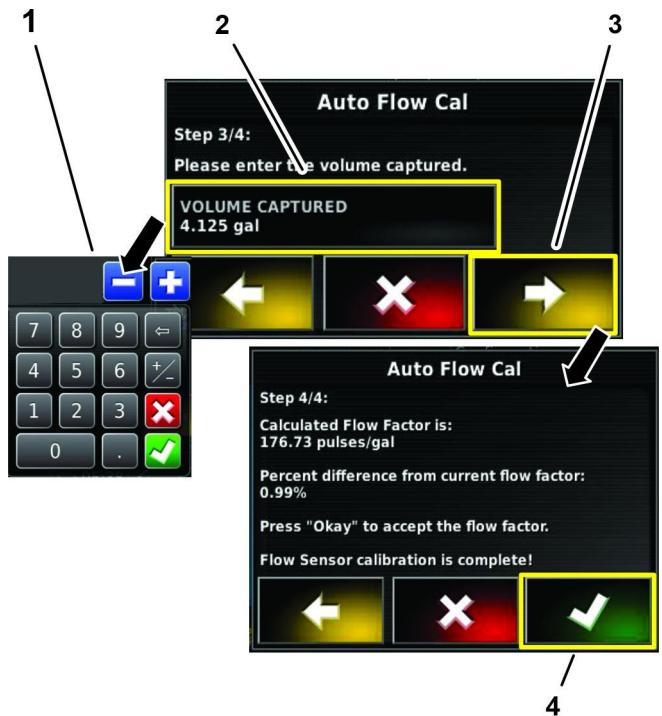

Figura 173
- Nella fase 3 di 4 della procedura guidata di taratura automatica del flusso, premete l'icona VOLUME ACQUISITO, inserite il volume del fluido che avete convertito nella fase 4 di Calcolo del volume dell'irroratrice per 60 secondi (pagina 71) con il tastierino sullo schermo, quindi premete l'icona Conferma (Figura 173).
- Premete l'icona Avanti (Figura 173).
- Nella fase 4 di 4 della procedura guidata di taratura automatica del flusso, premete l'icona Conferma (Figura 173).